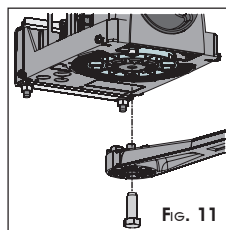

FIG. 11
⑥ Monteer de rechte arm (Fig.11) met de speciale bijgeleverde schroef.